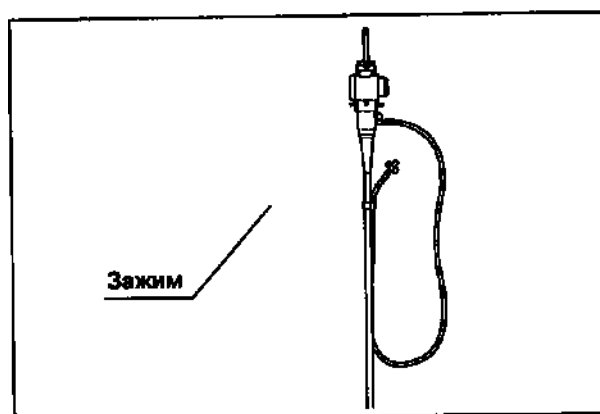

Рис. 4.6
2. При переносе эндоскопа с дополнительной трубкой для воды, подсоединенной к дополнительному впускному отверстию для воды, прикрепите зажим дополнительной трубки для воды к универсальному шнуру (только для эндоскопов с дополнительной подачей воды, см. Рис. 4.6).